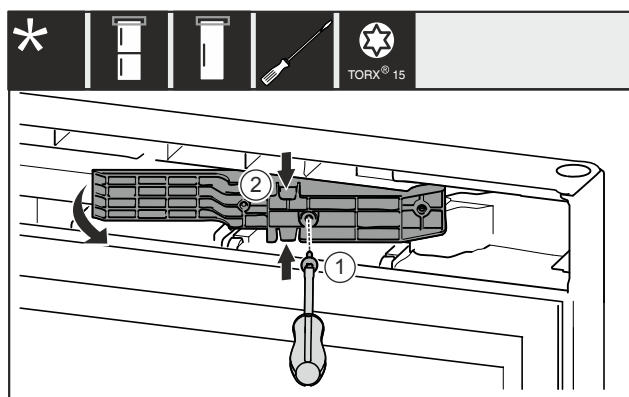

Fig. 14 *
- ▶ Távolítsa el a csavart Fig. 14 (1).*
- ▶ Finoman nyomja össze az illesztődarabot Fig. 14 (2) alul és felül, és húzza ki.*